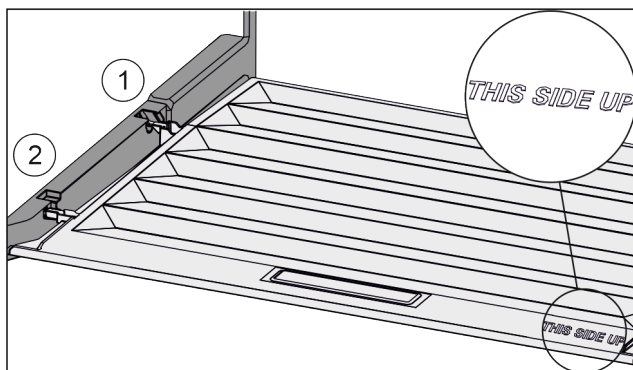

Fig. 127
- Skyv inn dekseltrinn via åpningen til bakre holder Fig. 127 (1) og klikk dem på plass i fremre holder Fig. 127 (2).